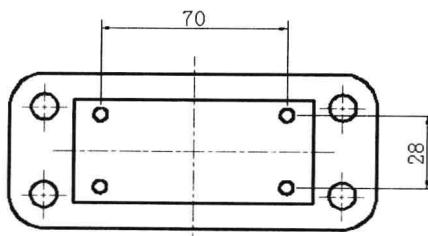

图 11-1-14
(15) 单击“确定”按钮，矩形阵列效果如图11-1-14所示。